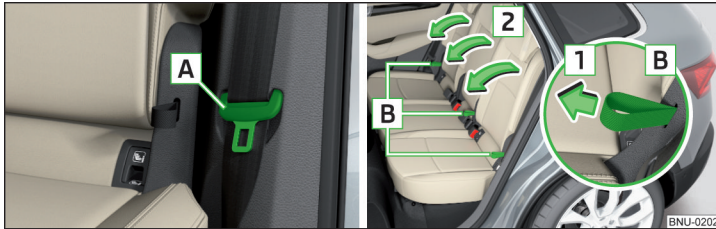

Abb. 82 Sicherheitsposition des Gurts / Sitzlehne vorklappen
- › Die Schlosszunge **A** des Sicherheitsgurts in die Öffnung in der Seitenverkleidung stecken » Abb. 82.
- › An der Schlaufe **B** in Pfeilrichtung **1** ziehen und die Sitzlehnen in Pfeilrichtung **2** vorklappen » Abb. 82.
- › An der Schlaufe **B** neben dem mittleren Sitz in Pfeilrichtung **1** ziehen und die Sitzlehne in Pfeilrichtung **2** vorklappen » Abb. 82. Die vorgeklappte Sitzlehne ist als Armlehne verwendbar.